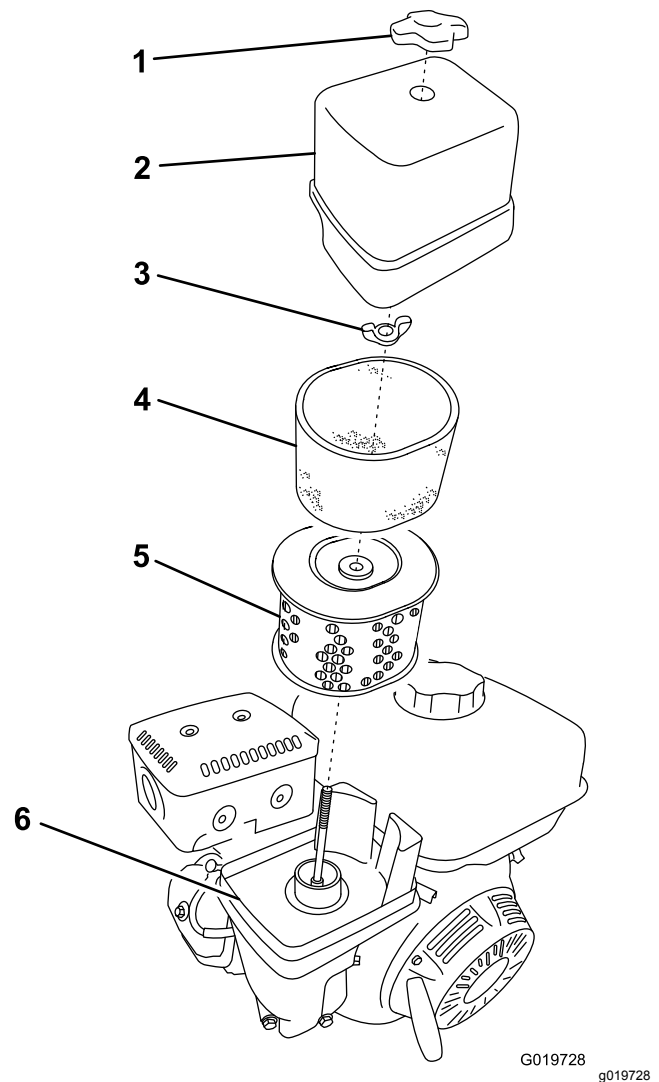

Figura 37
3. Retire la tuerca que sujeta la tapa (Figura 37).
5. Separe cuidadosamente de la base los elementos de gomaespuma y de papel (Figura 37).
6. Separe el elemento de gomaespuma del elemento de papel (Figura 37).